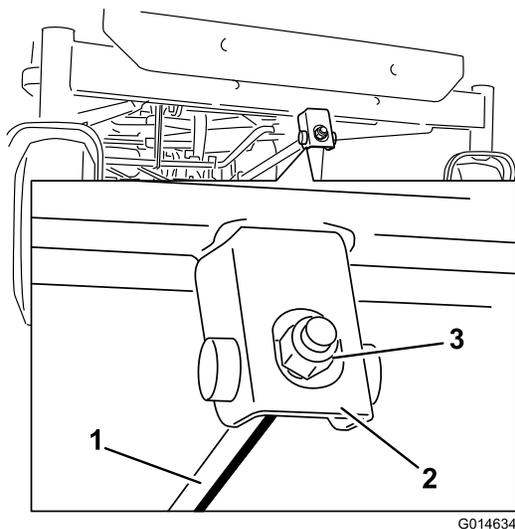

Figura 72
1. Gire la tuerca de ajuste en la parte delantera del cortacésped (Figura 72).